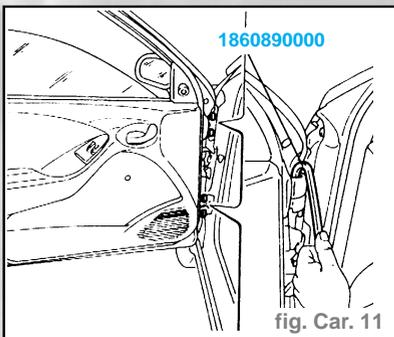

fig. Car. 11
- Desserrer les écrous fixant la charnière à la porte à l'aide de l'outil **1860890000** (fig. Car. 11).